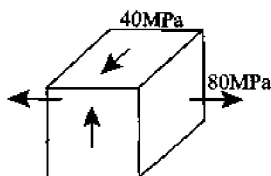

图 1-2
2. 图 1-2 所示单元体的最大正应力 $\sigma_{\max} =$ _____ 最大剪应力 $\tau_{\max} =$ _____。